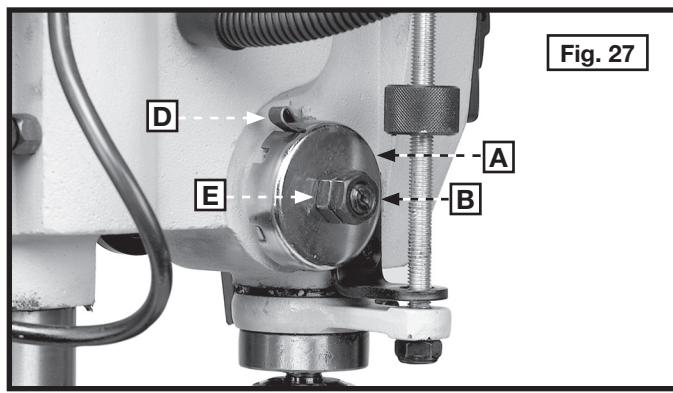

Fig. 27
1. Afloje las tuercas (B) y (E) Fig. 27. Asegúrese de que la cubierta del resorte (A) se mantenga puesta en la pieza fundida de la cabeza
2. Mientras sostiene la cubierta del resorte con firmeza (A) Fig. 27, extraiga la cubierta y gírela hasta que el saliente (D) esté comunicado con la próxima muesca en la cubierta. Gire la cubierta en sentido contrario a las agujas del reloj para incrementar la tensión del resorte o en el sentido de las agujas del reloj para disminuirla. Gire la tuerca (E) hasta que toque la cubierta del resorte (A), y luego devuelva la tuerca (E) hacia afuera de la cubierta del resorte (A) 1/4 de vuelta. Apriete la tuerca (B) contra la tuerca (E), para sostener la cubierta en su lugar.